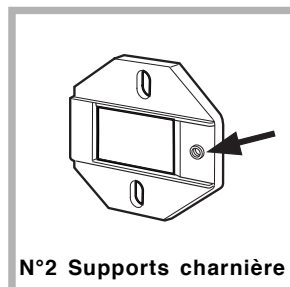

Fig. 1
- Montez les supports de charnière sur la façade en positionnant le trou indiqué par la flèche fig. 1 côté interne de la façade, utilisez les vis de type **C**.